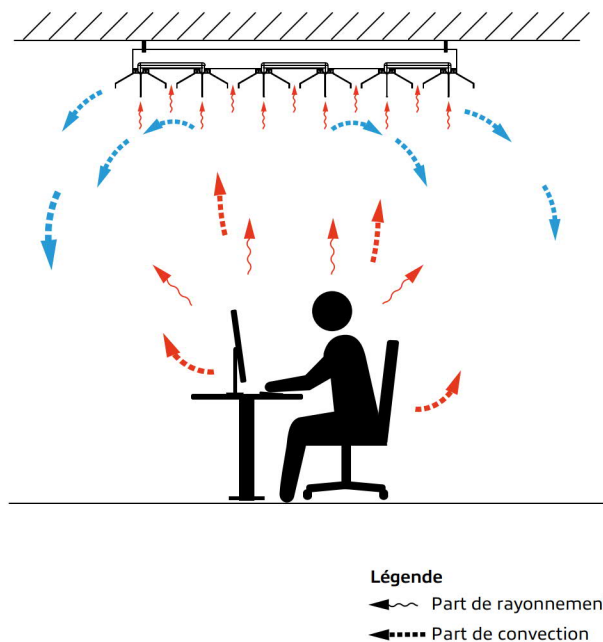

Figure 3: Schéma fonctionnel du refroidissement SKS Alcedo
- Variantes de conception pour la face latérale (voir page 2, figure 3)